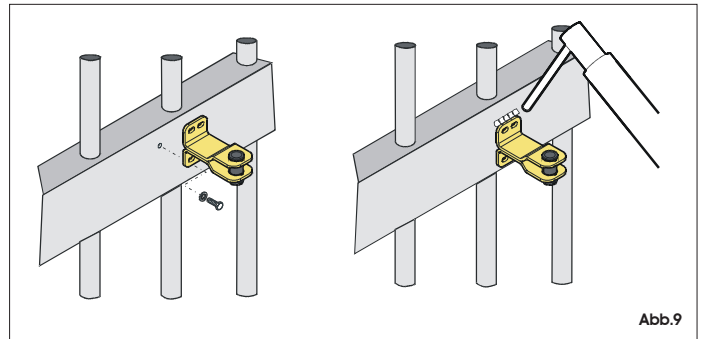

Abb.9
- Die Befestigung des Antriebs herausziehen und am Flügel anbringen. Die Befestigung kann direkt verschweißt oder mit Hilfe von Gewindeeinsätzen angeschraubt werden (Abb. 9).